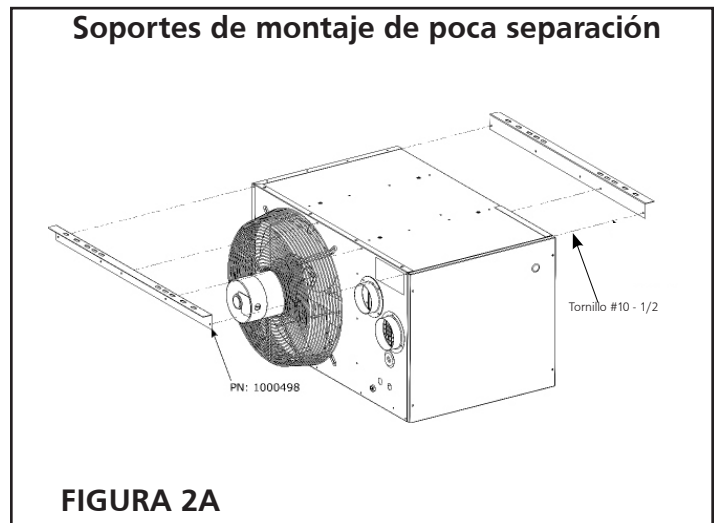

FIGURA 2A
25. Los soportes de montaje opcionales de poca separación, número de pieza 60470 en la Figura 2A, se pueden usar para montar el calefactor directamente en el techo. SOLAMENTE UTILICE ESTOS SOPORTES EN LOS MODELOS HSU100 Y HSU125.
27. Coloque los soportes de montaje de poca separación en el calefactor como se muestra en la Figura 2A.